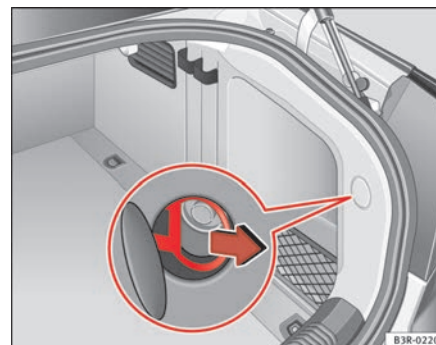

Fig. 161 Bagagliaio:
- Tirare l'anello per sbloccare il tappo del serbatoio ⇒ fig. 161. ■